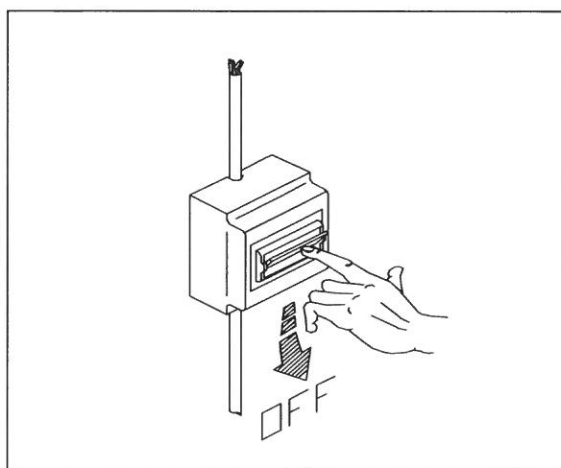

Fig. 5-1
**ПРИМЕЧАНИЕ:** Перед выполнением любой операции по обслуживанию вынуть вилку шнура электропитания машины из розетки. (Рис. 5-1)
**N.B.:** Before any technical service, disconnect the machine from the mains. (fig. 5-1)
**N.B.:** Vor jedem kundendienst die machine vom stromnetz ausschalten. (Рис. 5-1)
**N.B.:** Avant de toute intervention, débrancher l'appareil de l'électricité. (Рис. 5-1)
**N.B.:** Desconecte siempre el aparato de la red antes de cualquier operación de arreglo. (Рис. 5-1)